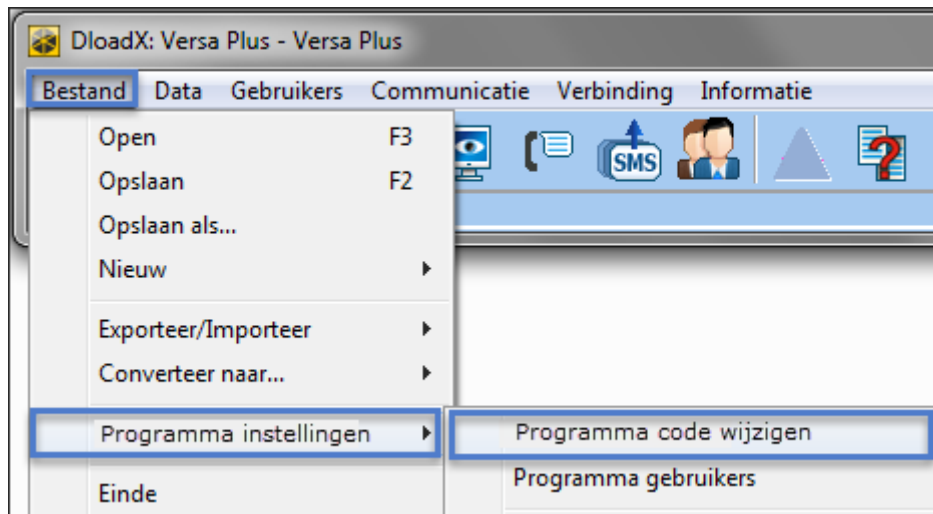

Fig. 5. Wijzigen toegangscode van het DLOADX programma.
1. Klik op “Bestand” → “Toegang instellingen” → “Programma code wijzigen” (Fig. 5). Een venster zal openen waar u de nieuwe code kunt invoeren.
U kunt ook meer gebruikers toevoegen voor toegang tot het DLOADX programma en de daarvoor bijbehorende rechten in te stellen ("Bestand" → "Toegang instellingen" → "Programma gebruikers" – zie: Fig. 5).